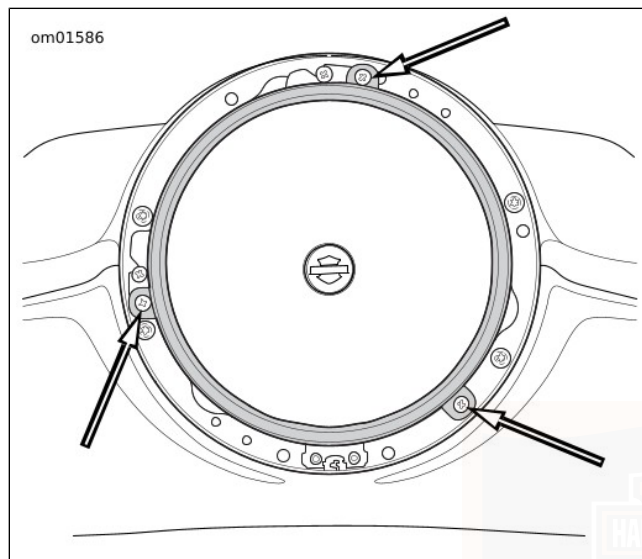

Figura 44. Viti di ritengo del faro anteriore: Modello FLD
2. Vedere Figura 44. Rimuovere le viti che fissano il faro anteriore.